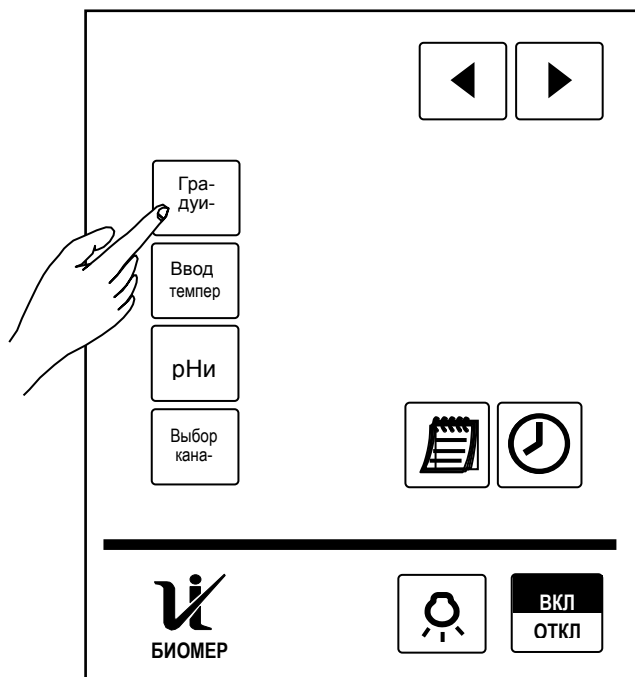

Рисунок 27
4.12.2.6 Нажать кнопку «Градуировка» на панели прибора (рисунок 27). После нажатия кнопки табло примет вид, указан-